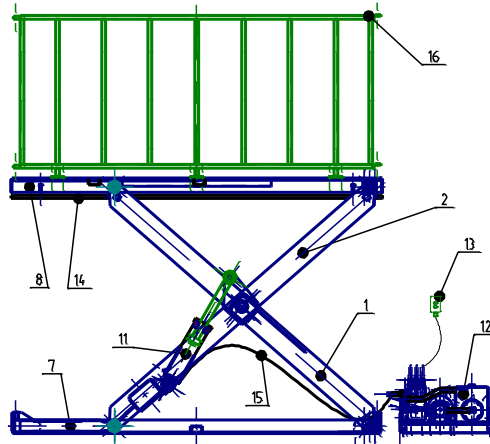

Рис. 1 Стол одноножничный
В зависимости от требуемой высоты подъёма и размеров платформы столы изготавливаются по одной из следующих схем: см. рис. 1, 2, 3, и рис. 19.
3.2. Гидроцилиндры 11 (рис. 1) крепятся к рычагам стола через отверстия в проушинах рычагов специальными пальцами 10. Пальцы изготовлены из высокопрочной стали с цементацией, закалкой и последующей шлифовкой.
3.3. Платформа 8 (рис.1) стола выполнена из горячекатаного профиля; - уголка по контуру и швеллеров внутри – усиления. Сверху приварен стальной рифлёный лист. В зависимости от размеров платформы и грузоподъёмности стола, платформа может быть оборудована люком - для обслуживания и ремонта стола при отказе гидростанции. Платформы столов малых размеров и грузоподъёмности изготавливается целиком из листового проката. По углам в платформе имеются 4 отверстия для стяжки стола грузовыми винтами при транспортировке и для строповки платформы рым-болтами при монтаже и ремонте.
3.4. Рама безопасности 12 (рис.1) предназначена для быстрой остановки подъёмного стола при случайном попадании в зону действия платформы посторонних предметов при движении вниз.
3.5. По желанию заказчика стол комплектуется ограждением 16 (рис. 1), которое может быть:
3.7 Стол комплектуется одним или несколькими пультами управления 13 (рис. 1)
3.8 Гидростанция 12 (рис. 1) подъёмного стола изготавливается двух исполнений: